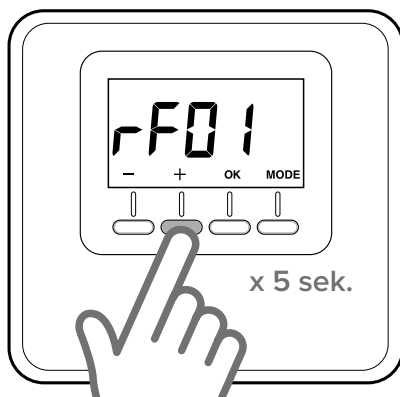

Fig. 6
- Tryk igen på knappen "+" i fem sekunder for at åbne de tekniske parametre. Displayet viser parameteret "rF01" (fig. 6).